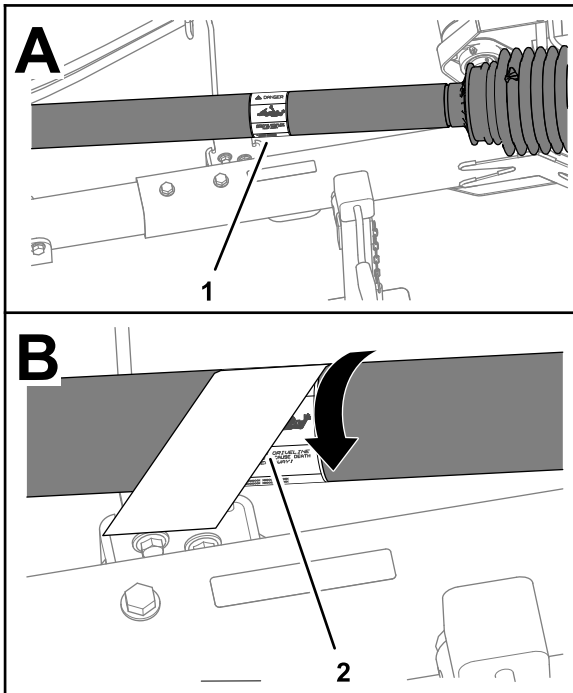

Bild 3
1. Drehen Sie die Schutzabdeckung der Zapfwelle, um an den vorhandenen Sicherheitsaufkleber für Einzugsgefahr zu gelangen (Bild 3).
4. Platzieren Sie den CE-konformen Sicherheitsaufkleber für Einzugsgefahr über dem vorhandenen Aufkleber (Bild 3).